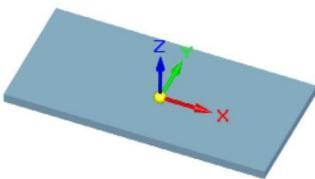
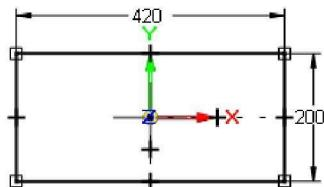

图 1.2 拉伸特征 1
图 1.3 截面草图
Step2. 创建图 1.2 所示的拉伸特征 1。在 **实体** 区域中单击 按钮，选取俯视图 (XY) 平面作为草图平面，绘制图 1.3 所示的截面草图，绘制完成后，单击 按钮；确认 与 按钮未被按下，在 **距离**: 下拉列表中输入值 15，并按 Enter 键，拉伸方向为 Z 轴正方向，在图形区空白区域单击；单击“拉伸”命令条中的 **完成** 按钮，单击 **取消** 按钮，完成拉伸特征 1 的创建。